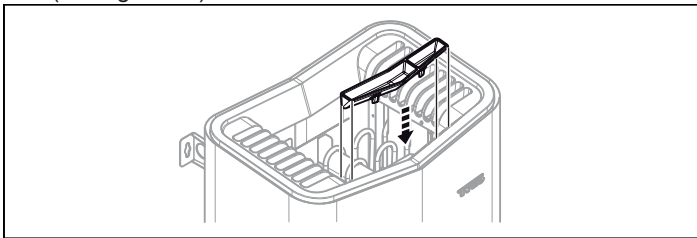

Figure 14 : Fixation du récipient à parfum/de l'humidificateur d'air
8. Installez la coupelle à herbes aromatiques/l'humidificateur (voir figure 14).